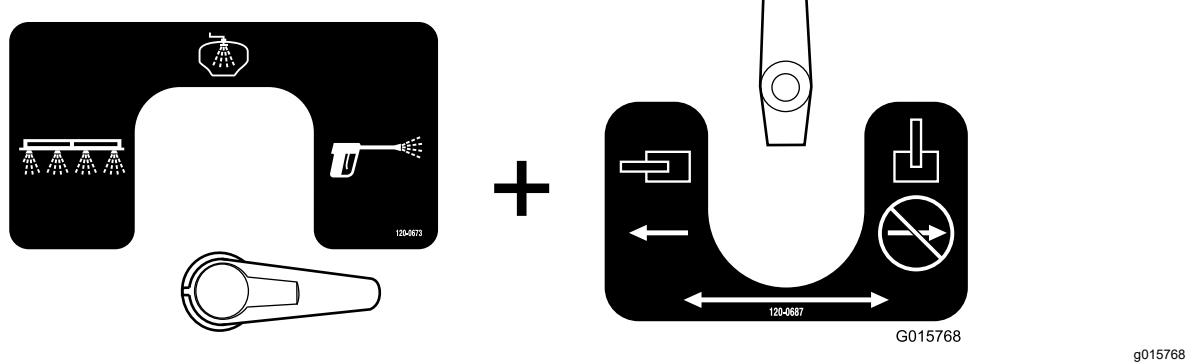

**Bild 53**
- Dies ist die Tankspülkonfiguration (Bild 53). Verwenden Sie diese Konfiguration, um Spülwasser aus den Spüldüsen in den Tank zu spritzen.